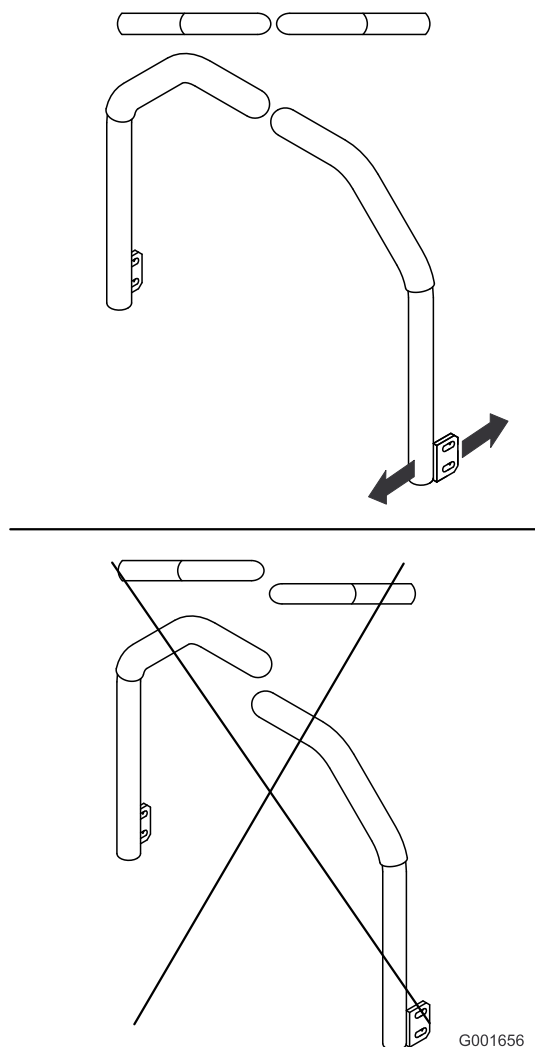

図 69
5. この状態で、左右のコントロール・レバーが整列するように調整し(図 69)、ボルトを締めて、各レバーをポストに固定する。